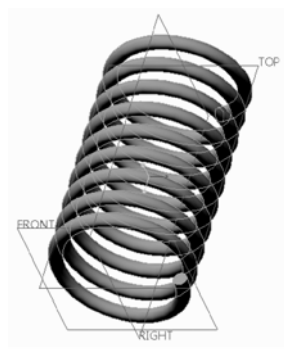

图 6-10 完成恒定螺距的弹簧
⑧ 在“螺旋扫描”选项卡中单击“完成”按钮，完成此螺旋扫描特征创建，结果如图 6-10 所示（可以按〈Ctrl+D〉组合键来以默认的标准方向视角显示模型）。